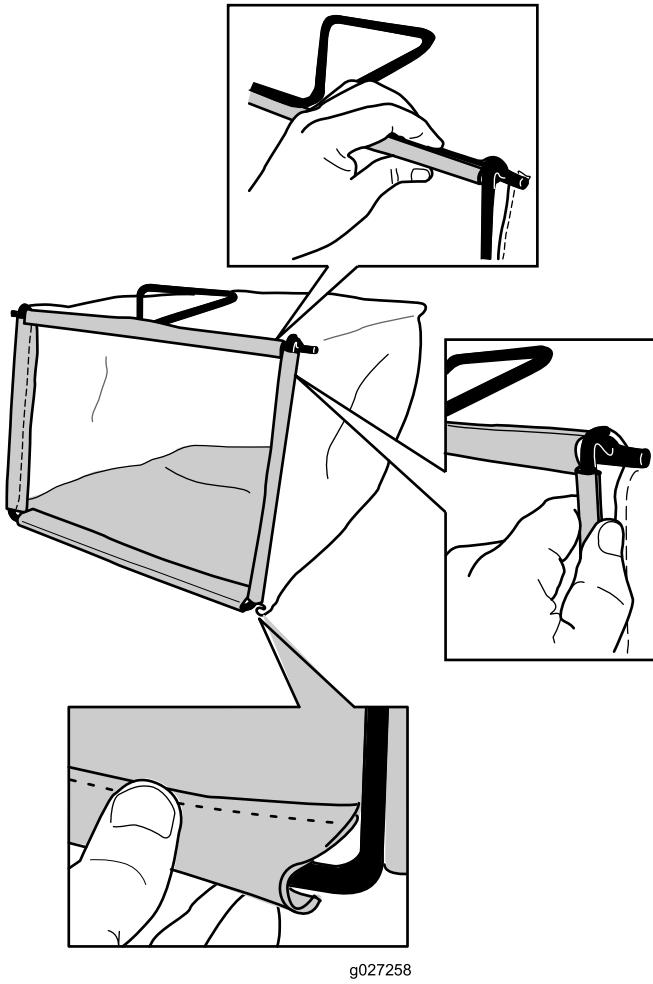

Figure 7
- Accrochez la glissière inférieure du bac au bas de l'armature (Figure 7).
- Accrochez les glissières supérieur et latérales du bac au sommet et sur les côtés de l'armature respectivement (Figure 7).